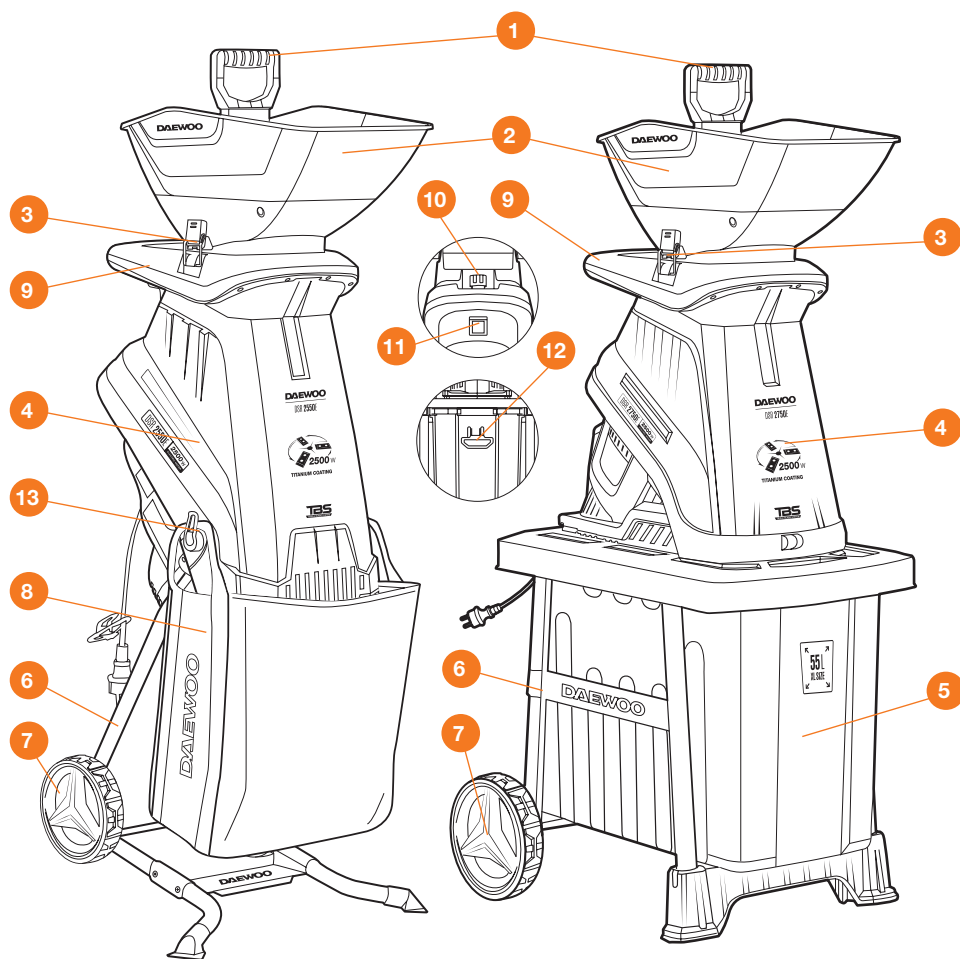

Рис. 1
- Открутите винт бесключевого доступа **10** (Рис. 1) на корпусе измельчителя.
- Поднимите вверх рукоятку **12** (Рис. 1), задвиньте приемный бак **5** (Рис. 1) по направляющим рамы до упора, опустите рукоятку и зафиксируйте его.
- Повесьте ручки мешка на крюки **13** (Рис. 1) на корпусе. Расправьте мешок. Убедитесь, что выходное отверстие измельчителя находится над мешком.
- Установите выключатель  (Рис. 1) в положение «ВКЛ» для включения изделия.
- Для выключения устройства дождитесь полного выхода измельчаемого материала и установите выключатель  (Рис. 1) в положение «ВЫКЛ».